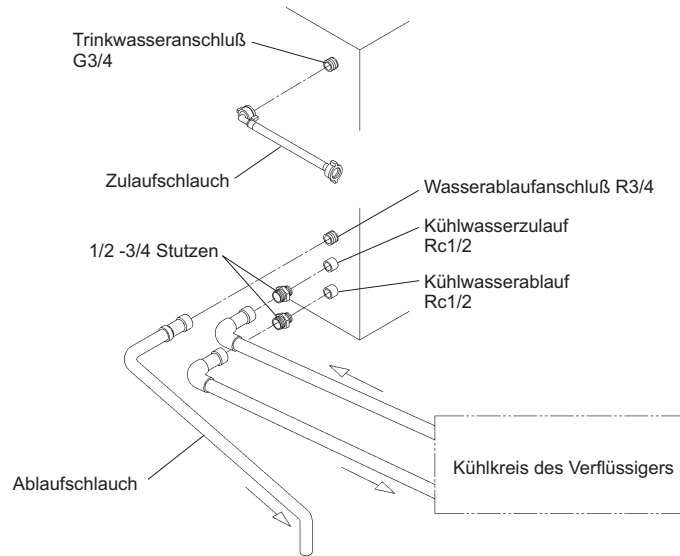

Abb. 6
- * Hoshizaki empfiehlt, wassergekühlte Verflüssiger an ein Kühlsystem mit geschlossenem Kreislauf anzuschließen, das einen Kühlturm oder Wasserkühler o.ä. benutzt (siehe Abb. 6 und 7). Das Auffüllen mit Wasser sollte über ein Kugelventil-/Unterbrecher-Tanksystem reguliert werden.
[a] Standardanschlüsse entsprechend der WRC-Bestimmungen im Vereinigten Königreich (Abb. 6 und 7)
5) Mittels eines geeigneten starren Rohrs den Kühlkreislauf des Verflüssigers mit den freien Enden der 1/2 -3/4 Stutzen wie dargestellt (Abb. 6) verbinden.